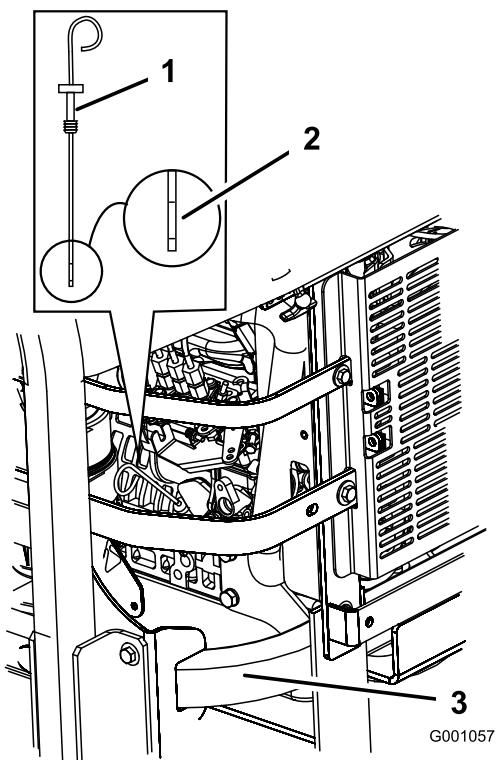

Figure 38
- Nettoyez la surface autour de la jauge d'huile (Figure 38) pour éviter que des impuretés tombent dans l'orifice de remplissage et endommagent le moteur.
- Sortez la jauge d'huile et essuyez soigneusement l'extrémité métallique (Figure 38).
- Enfoncez la jauge complètement dans le goulot de remplissage. Ressortez la jauge et examinez l'extrémité métallique (Figure 38). Si le niveau est bas, versez lentement une quantité d'huile suffisante dans le trou de remplissage pour amener le niveau au repère du plein.